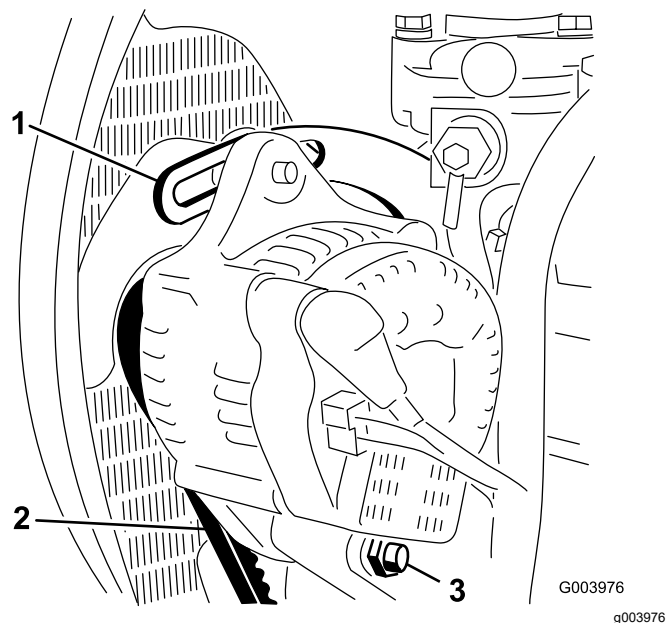

Figure 72
2. Contrôlez la tension de la courroie d'alternateur (Figure 72) en exerçant une force de 10 kg à mi-distance entre les poulies d'alternateur et de vilebrequin.
3. Desserrez le boulon de fixation du renfort au moteur (Figure 72), le boulon de fixation de l'alternateur au renfort et le boulon de pivot.